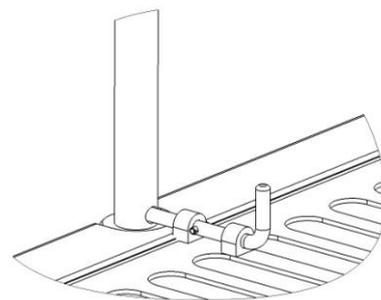

Fig. 1
Прикрутите ручку наклона (A), как показано на рис. 1